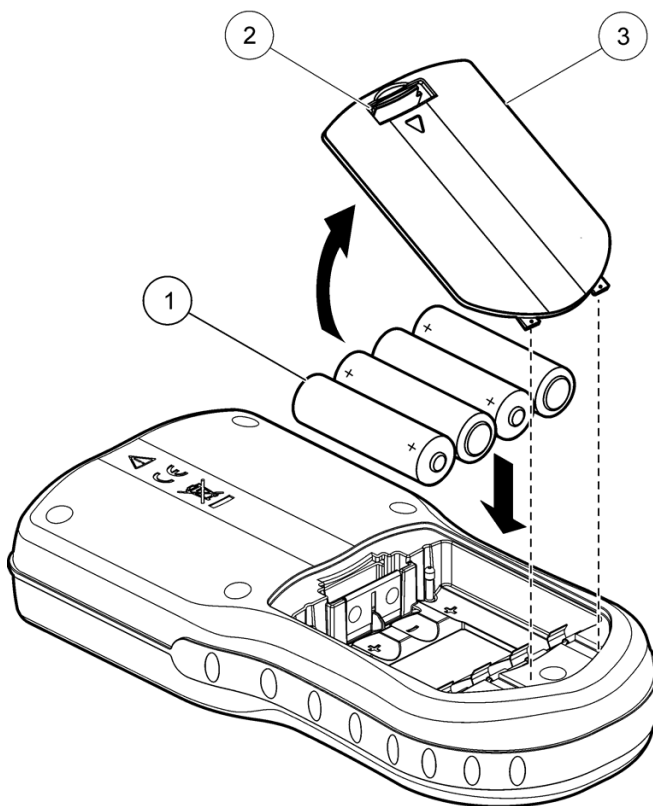

Figura 3 Instalación de las pilas
1. Tire de la pestaña de liberación de la tapa de las pilas y retírela (Figura 3).